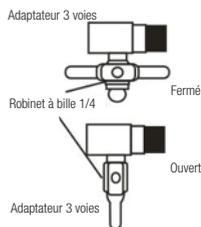

FIGURE A-3
3. Installez un robinet à bille métallique de 1/4" sur l'adaptateur de raccordement d'alimentation en eau (Adaptateur à 3 voies) à l'aide d'une bande de téflon pour allumer / éteindre facilement (Figure A-3).